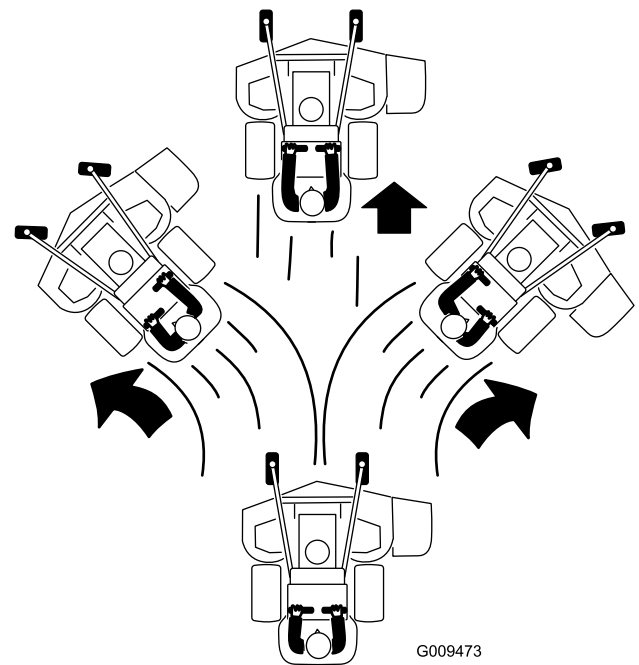

図 22
4. 走行コントロールレバーをゆっくりと前に倒す（図 22）。